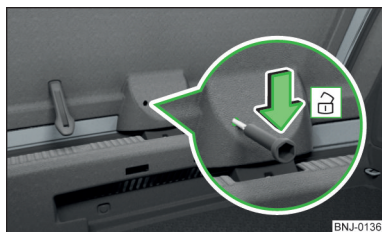

Fig. 195
- Introduceți în orificiul din capitonaj » fig. 195 o șurubelniță sau o altă unealtă asemănătoare, până la capăt.